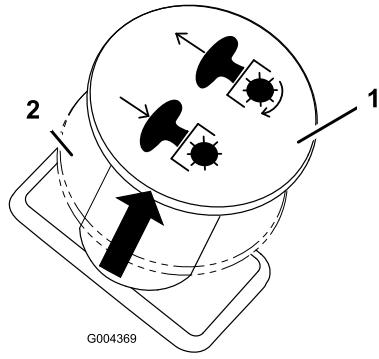

Bild 9
2. Kuppeln Sie die Messer aus, indem Sie den Zapfwellenantriebschalter in die Aus-Stellung stellen (Bild 9).